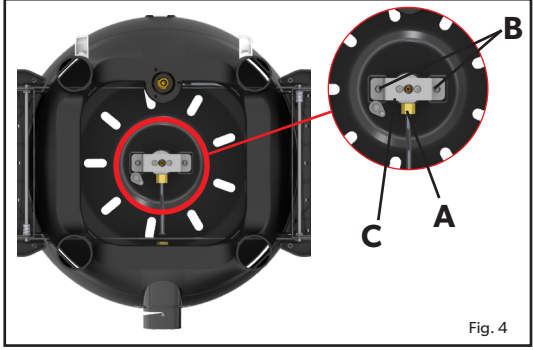

Fig. 4
- Si consiglia di pulire o sostituire l'ugello del getto ogni sei (6) mesi per garantire un funzionamento efficiente e continuo dell'apparecchio.
Per rimuovere il getto, rimuovi tutte le superfici libere dal dispositivo e capovolgilo l'unità base. Utilizzando una chiave adatta, allentare il dado (A) (Fig.4). Svitare le 2 viti (B) (Fig. 4). Rimuovere la staffa (C) per esporre l'ugello. (figura 5). Rimuovere l'ugello utilizzando una chiave adatta. Non utilizzare pinze sull'ugello in quanto ciò potrebbe danneggiare l'ugello e renderlo inutilizzabile o impossibile da rimuovere. Avvitare il nuovo ugello nella valvola. Non serrare eccessivamente in quanto ciò potrebbe danneggiare il getto.